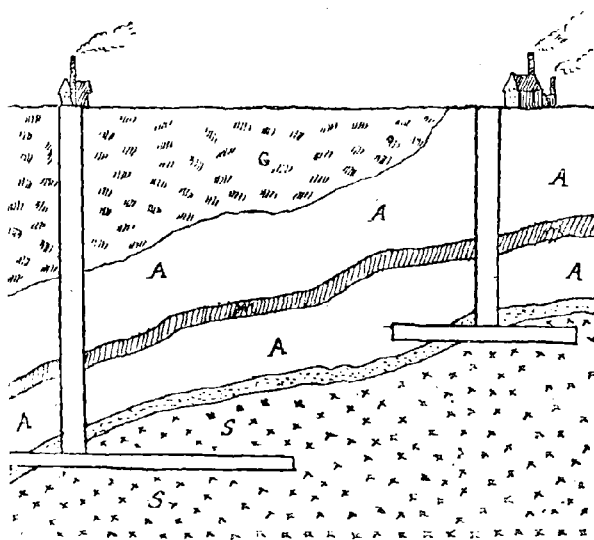

Fig. 41. Sels potassiques de Stassfurt. G. grès bigarré; A, gypse avec Anhydrite; m, marne; S S, sel gemme.
**Préparation.** — On l'extrait des cendres de varech, de l'eau de mer, mais principalement de gisements considérables situés à Stassfurt (fig. 41).